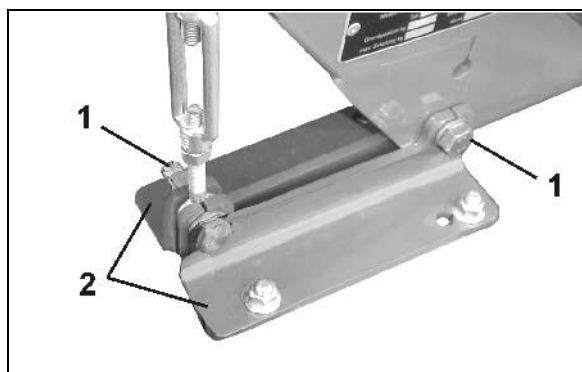

Fig. 24
- 3.1 Til venstre: Løsn to forskruninger (Fig. 24/1), og tag to koblingsdele (Fig. 24/2) af.